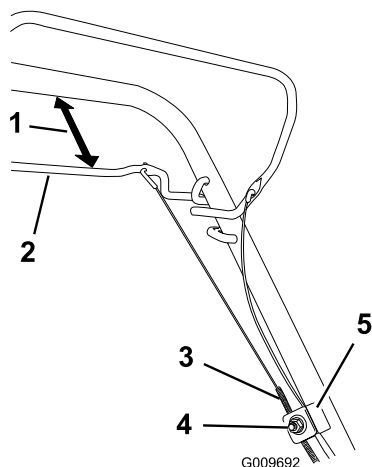

Рисунок 25
1. Ослабьте гайку держателя троса (Рисунок 25).
2. Установите между скобой самоходного привода и рукояткой зазор величиной от 25 до 38 мм (Рисунок 25).
3. Вытягивайте оболочку троса (к газонокосилке), пока в тросе не появится слабина (Рисунок 25).